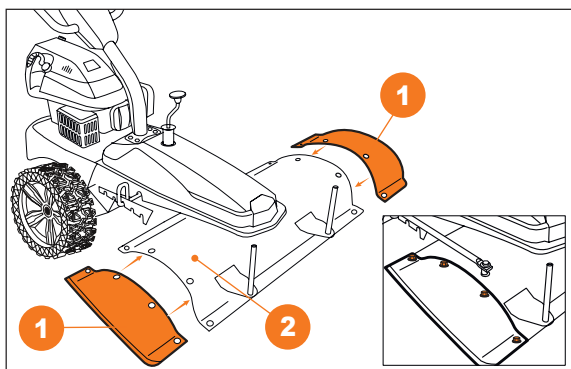

Рис. 7
- Установите крыло **1** с левой и правой стороны на защитный кожух щетки **2** и закрепите четырьмя болтами (Рис. 7).